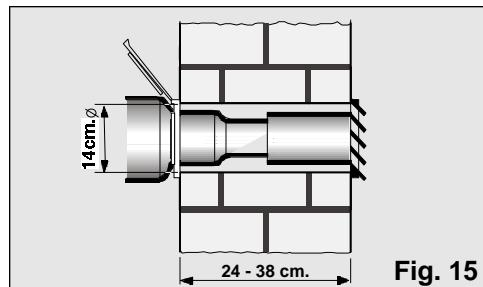

**Fig. 14**
- Om dit vast te zetten op het raam of het balkon beschikt u over twee laterale gaatjes. Met twee schroefjes (niet bij het onderdeel geleverd) kan de gebruiker de gleuf vast zetten op de raampost of vastmaken aan de muur zonder dat er gevaar bestaat dat de gleuf zich verplaatst of kan vallen, **Fig. 14**